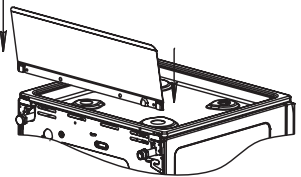

рис. 1
■ Плита комплектуется щитком, который закрепляется перед установкой плиты (рис.1).